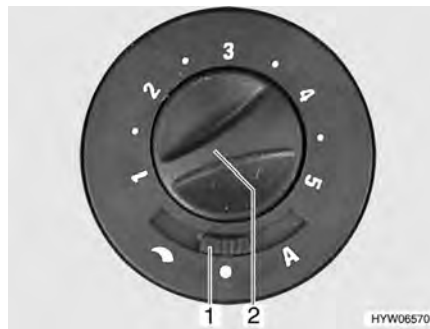

Fig. 120 Conmutador de mando para ventilador de circulación de aire
- Ajustar el conmutador deslizante (Fig. 120,1) en "☾" (regulación manual) o "A" (modo automático).
- Ajustar (regulación manual) o limitar (modo automático) la potencia deseada del ventilador de circulación de aire con el botón giratorio (Fig. 120,2).
- Ajustar el conmutador deslizante (Fig. 120,1) en "●" (Off).